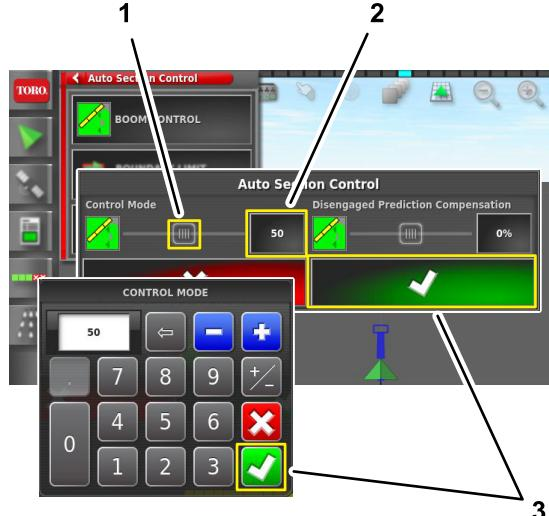

图 108
- 按如下方法调整控制模式设置图 108
- 按数值图标用显示屏键盘输入一个值然后按“确认”图标图 108。
- 左右滑动显示屏滑块图 108。